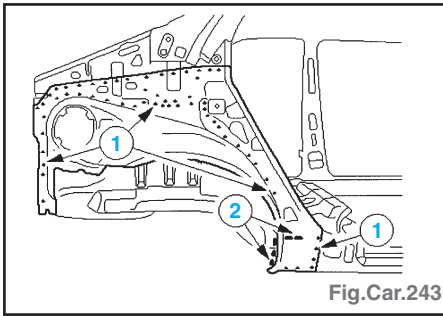

Fig.Car.243
- ligne de coupe préalable (1),
- fraiser les points de soudure (2).
- Demi-passage de roue extérieur (Fig. Car.243) :
- fraiser les points de soudure (1),
- meuler les cordons de soudure (2).